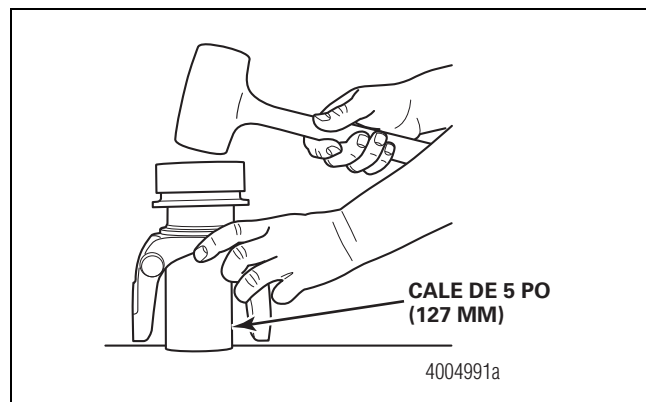

Figure 6.33
- Si une presse n'est pas disponible : placer la chape et une cale de 5 po (127 mm) sur un plan de travail. Utiliser un marteau à amortisseur et le mandrin approprié pour loger le manchon sur la chape. Figure 6.33.